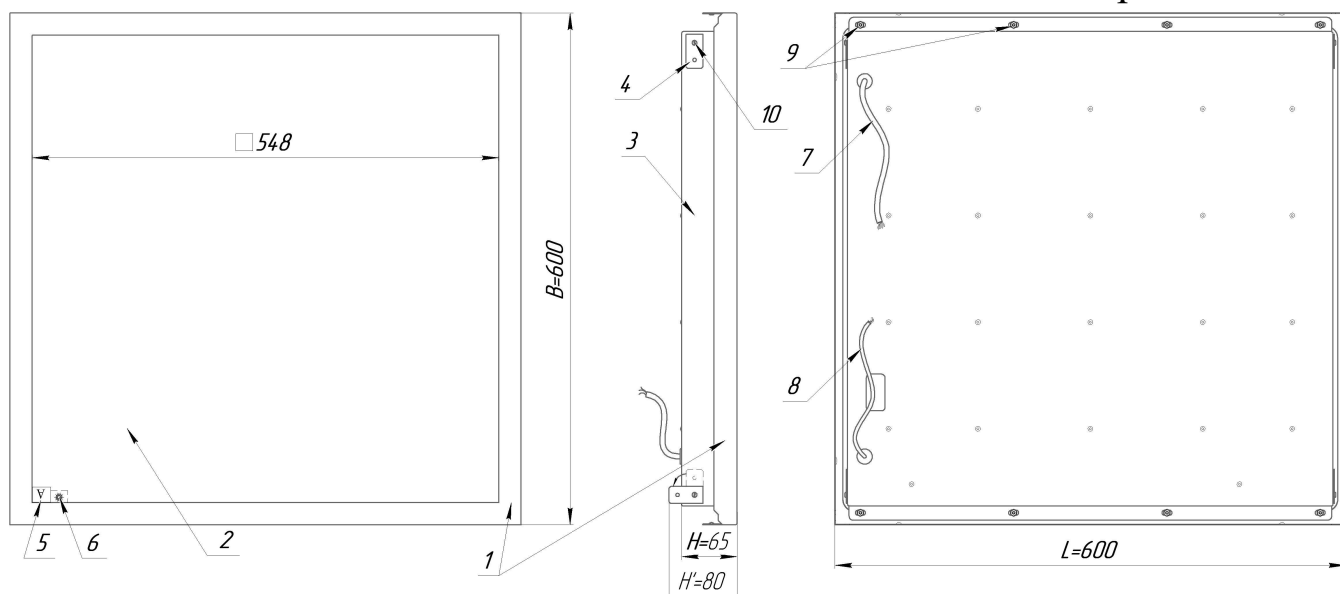

Рисунок 1 - Светильник ДВО15 VCF EM3 MT
3.2 Светильники ДВО15 VCF и VC (рис. 1, 2 приложения А) состоят из корпуса поз.3, закрепленного гайками поз. 9 на обечайке поз. 1, со встроенным светодиодным модулем, источником питания и БАП, рассеивателя поз. 2, пластин подвеса поз. 4 и сетевого провода поз. 7. Светильники оборудованы индикатором заряда аккумулятора поз. 6 и магнитным тестовым выключателем (для проверки аварийного режима светильника), которое располагается под пиктограммой "А" поз. 5.
5.5.1 Ослабьте винты поз. 5, поверните пластины подвеса поз. 4 в вертикальное положение и зафиксируйте их винтами (рис. 1, 3).
5.7 Проденьте проволочные подвесы, используемые при установке несущих реек потолка, через отверстия пластин подвеса (поз. 4 рис. 1, 2) светильника и закрепите их на запотолочной поверхности таким же образом, как и подвесы несущих реек.
5.9 Индикатор заряда (поз. 6 рис. 1, 2) информирует о режиме работы АКБ:
Для этого светильник оборудован магнитным тестовым выключателем, расположенным под пиктограммой "А" (поз. 5 рис. 1). Он срабатывает под воздействием магнита с силой сцепления не менее 15 кг.
5.10.2а Для проведения функционального тестирования в ручном режиме выключатель светильника должен быть выключен (Lком разомкнута). Поднесите постоянный магнит с силой сцепления не менее 15 кг (п. 6.2) к пиктограмме "А" на рассеивателе светильника (поз.5 рис. 1, 2) и удерживайте его в течение 5 с - светильник должен засветиться. Без воздействия магнитного поля на включающее устройство светильник возвращается в рабочий режим.
5.13 Для замены аккумуляторной батареи отключите светильник от сети и демонтируйте его. Затем открутите гайки (поз. 9 рис. 1, 2; поз. 3 рис. 6) и отсоедините корпус от обечайки. Замените аккумулятор на аналогичный. При подключении аккумулятора к БАП **соблюдайте полярность**. Надёжно закрепите аккумулятор на пластине БАП. Соедините корпус с обечайкой и закрепите гайками с шайбами. Для